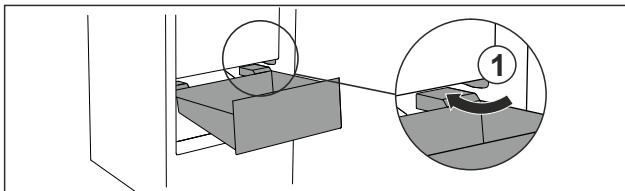

Fig. 102
- ▶ Introducir el cajón inclinado rodeando los toques Fig. 102 (1).